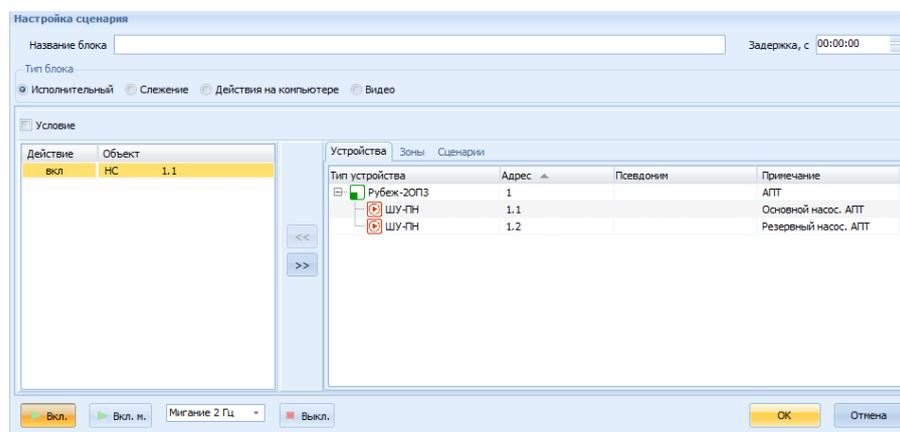

Рисунок 20.17 Окно «Настройка сценария», добавление исполнительного блока
- в открывшемся окне «Настройка сценария», указать **Тип блока** – Исполнительный, перенести НС (адрес 1.1) из поля «Все» в поле «Выбранные», и нажать кнопку  в нижней части окна (Рисунок 20.17), после чего нажать **ОК**.